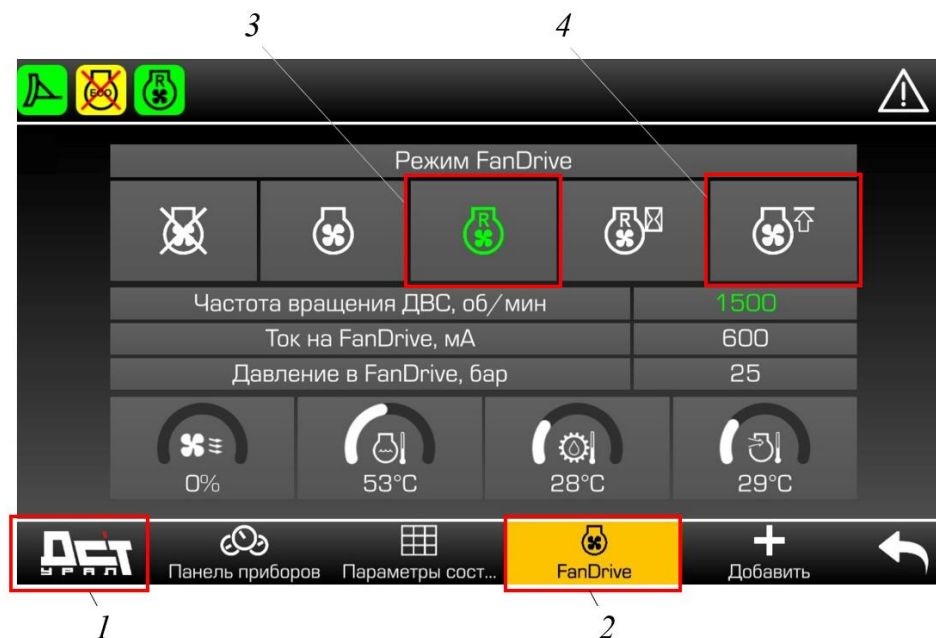

Рисунок 5.35. Активация реверсного режима работы вентилятора
- открыть меню 1 и выбрать страницу «FanDrive», поз. 2 (рис. 5.35);